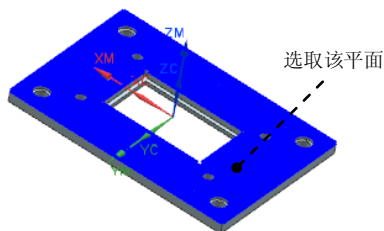

图 11.61 选取参考面
Step2. 确认该对话框 **过滤器类型** 区域中的“面边界”按钮  被按下, 并取消选中 ☐ **忽略孔** 复选框, 采用系统默认的参数设置值, 选取图 11.61 所示的模型表面。